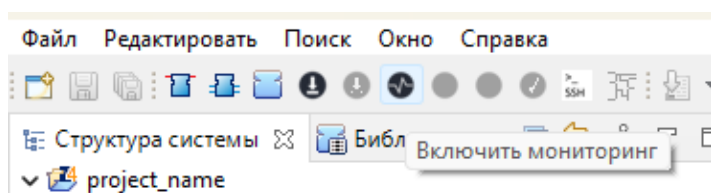

Рисунок 84 – Включение мониторинга
- Через кнопку «Включить мониторинг» на панели быстрого доступа (активна при выборе ресурса) (см. Рисунок 84)